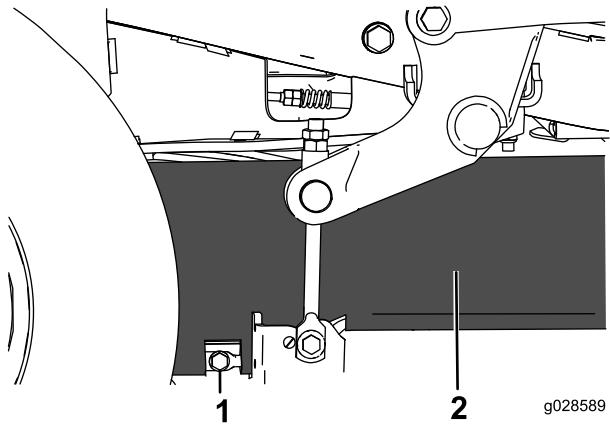

Figura 2
1. Allentate e rimuovete il bullone inferiore della cortina del piatto di taglio per rilasciare la cortina (Figura 2). Conservate il bullone.